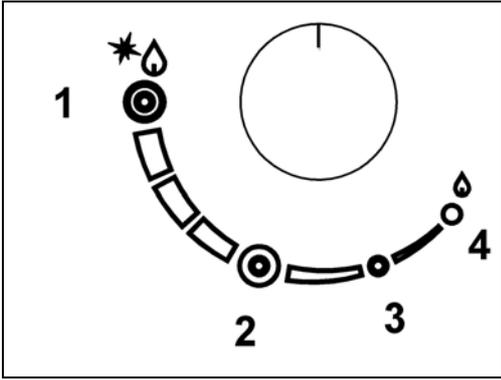

Fig.18
- **Utilisation brûleur Dual fig.18**